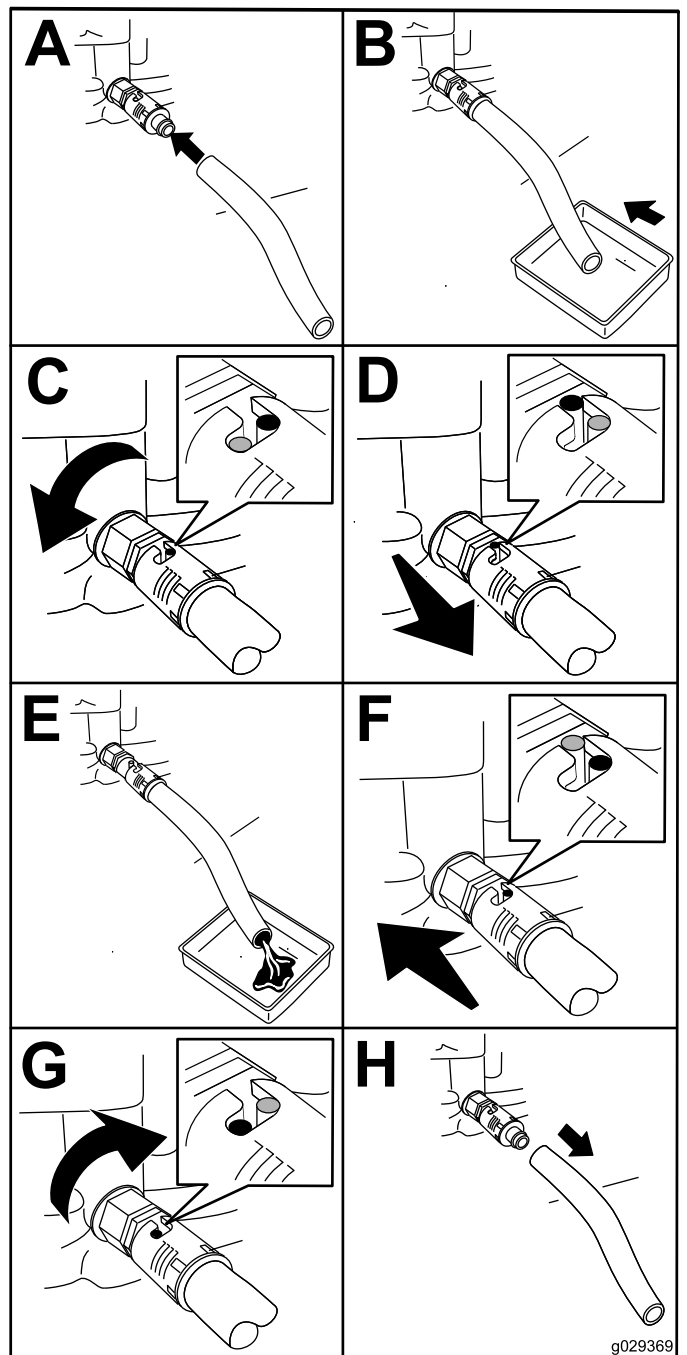

图 29
1. 将排油软管安装到排放阀上 图 29。
2. 将油管的另一端 图 29放入容量为 1L 的放油盘。
3. 将机油排放阀逆时针转动 1/4 圈等机油完全排出 图 29。
4. 然后将机油排放阀顺时针转动 1/4 圈以关闭阀门 图 29。
5. 卸下排放软管 图 29并擦拭掉溢出的机油。